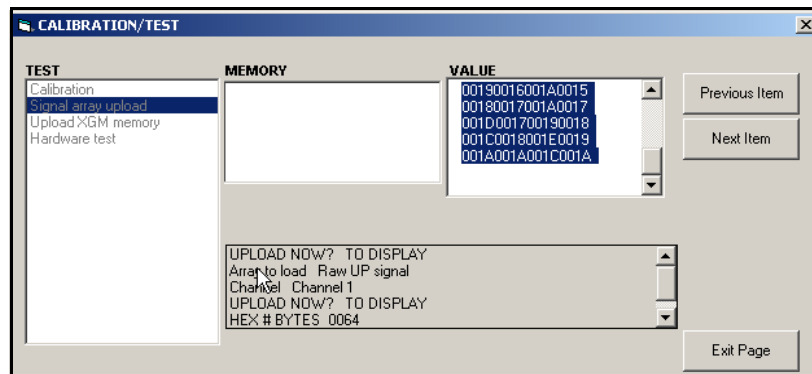

Рис. 12: Данные массива сигналов, отображаемые в приложении PanaView
- Если дважды нажать *To Display*, правая панель окна будет аналогична показанной на *рис. 12* внизу, а данные будут доступны для немедленной оценки. Нажмите [Exit Page], чтобы закрыть окно и возвратиться к меню *Calibration/Test*.